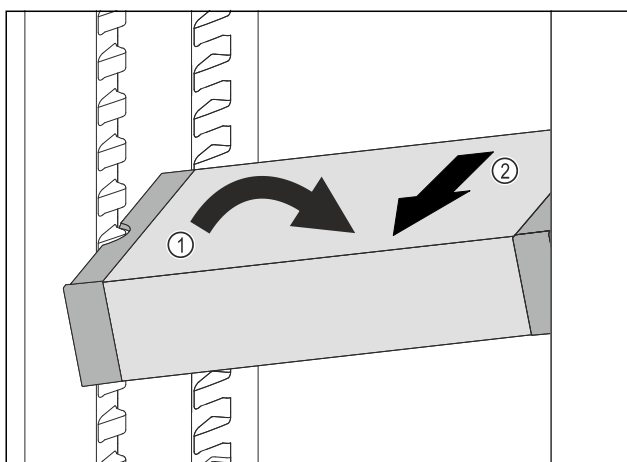

Fig. 92
- ▶ Poziționați oblic VarioSafe în frigider. Fig. 92 (1)
- ▶ Extrageți VarioSafe spre înainte. Fig. 92 (2)